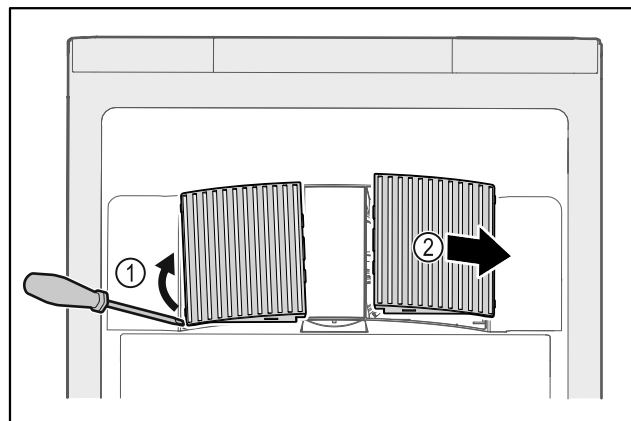

Fig. 173
- Z boku opatrně vytáhněte ventilátorové kryty Fig. 173 (1) a sejměte je směrem dopředu Fig. 173 (2).